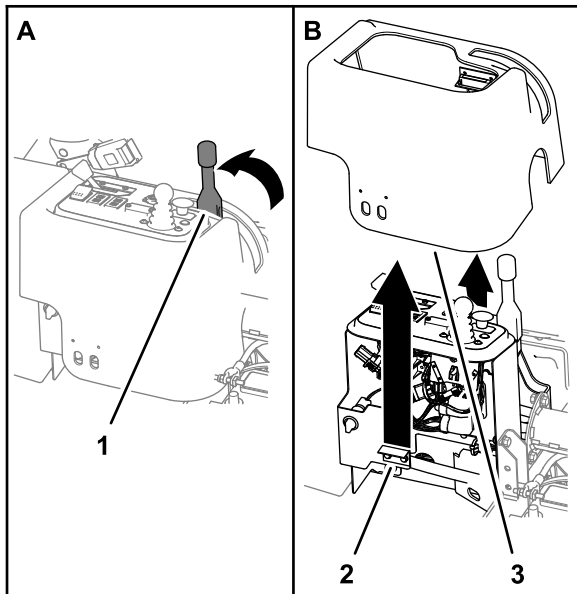

Bild 5
1. Stellen Sie sicher, dass die Feststellbremse aktiviert ist (Bild 5).
2. Ziehen Sie die Konsolenabdeckung nach oben, um den Magnetverschluss der Abdeckung vom Schließblech am Konsolenhalter zu lösen (Bild 5).